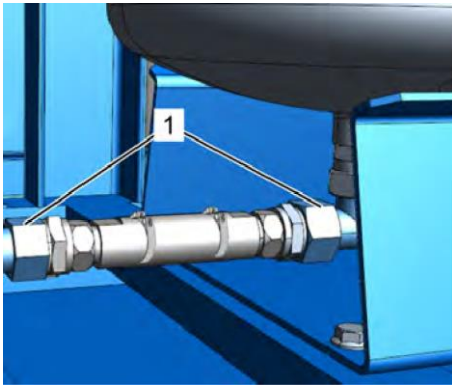

Рис. 52: Анод протекторной защиты
4. ► Последовательно отсоедините два резьбовых соединения перед анодом протекторной защиты (Рис. 52/1).
11. ► Закрутите два резьбовых соединения перед анодом протекторной защиты (Рис. 52/1).